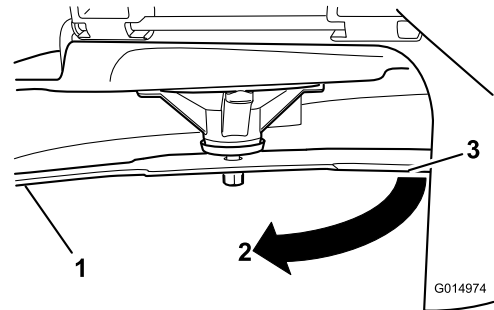

**Figura 95**
2. Llevando guantes fuertemente acolchados u otro tipo de protección apropiada para las manos, gire la cuchilla lentamente hasta una posición que permita medir la distancia entre el filo de corte y la superficie nivelada en la que descansa la máquina (Figura 95).